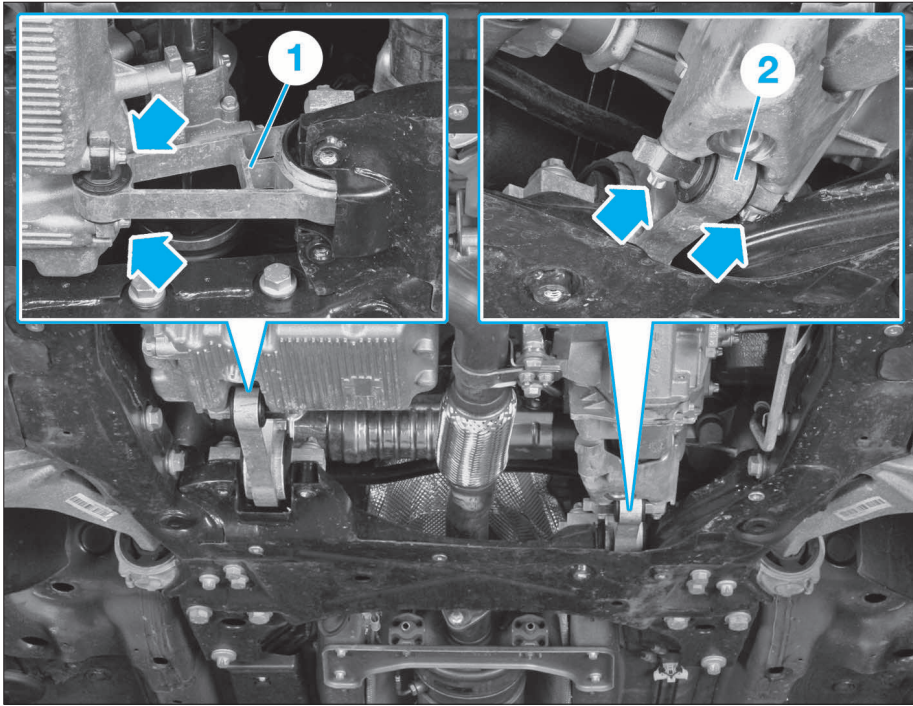

FIG. 8
- Déposer les tirants (1) et (2) (Fig.8).